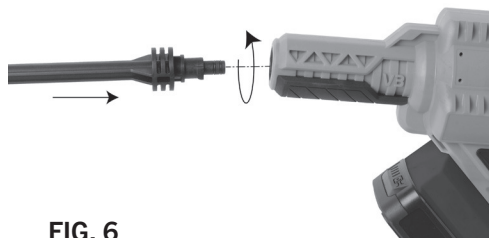

FIG. 6
4. Pour retirer le pistolet de la laveuse à pression, appuyez sur le pistolet et tournez-le d'un demi-tour dans le sens antihoraire, puis tirez-le (Fig. 6 et 7).